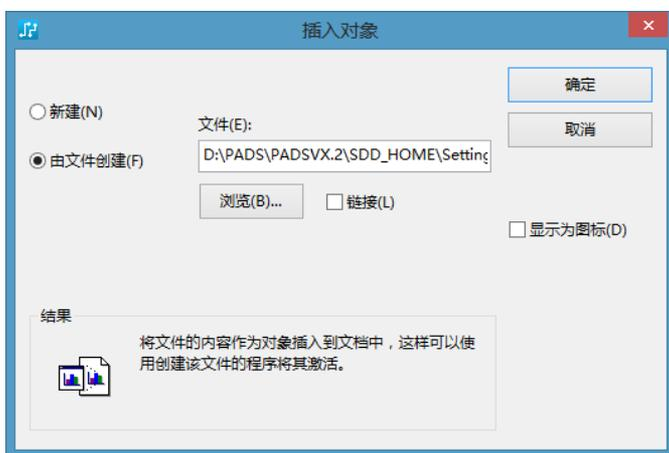

图 6-26 插入存在的文件作为“OLE”对象
(2) 链接 在“插入对象”对话框中选中“由文件创建”单选按钮，在如图 6-26 所示